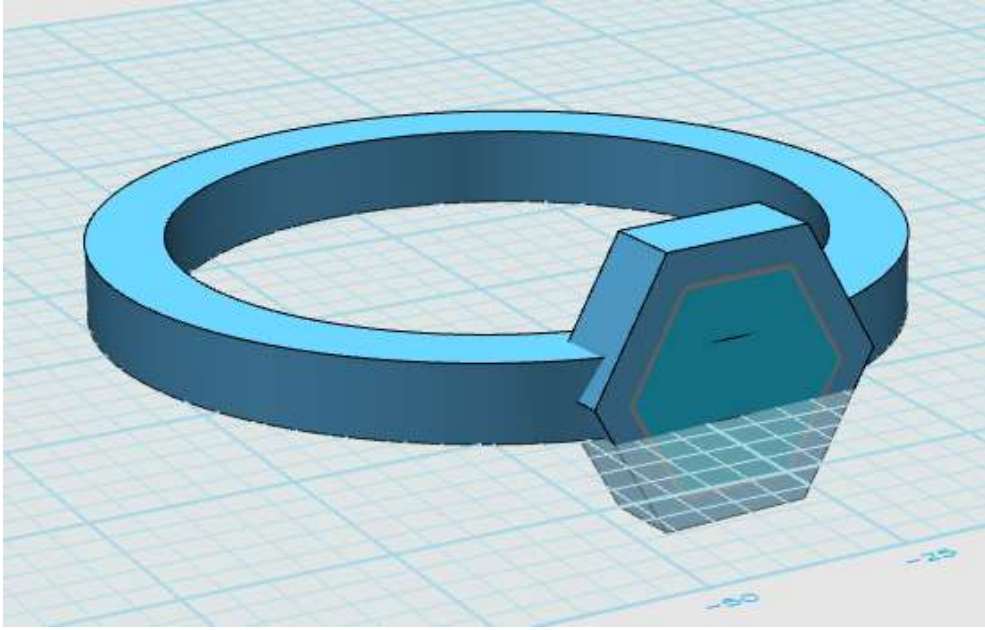

图 1-8
Step 8 点击确定，六边形创建完毕，如下图 1-8 所示：